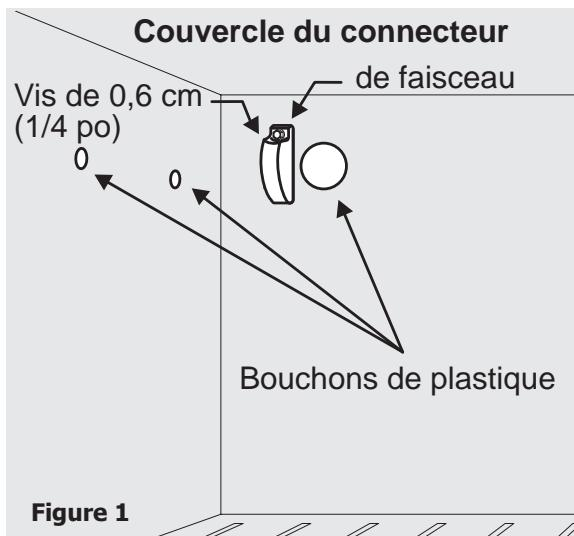

Figure 1
- Utilisez un couteau à mastiquer en plastique pour enlever les bouchons qui se trouvent dans le compartiment congélateur. (Voir la figure 1.)
- Enlevez le couvercle du faisceau de fils situé à l'endroit où la machine à glaçons sera branchée, en retirant la vis à tête hexagonale de 6,4 mm (1/4 po). (Voir la figure 1.)